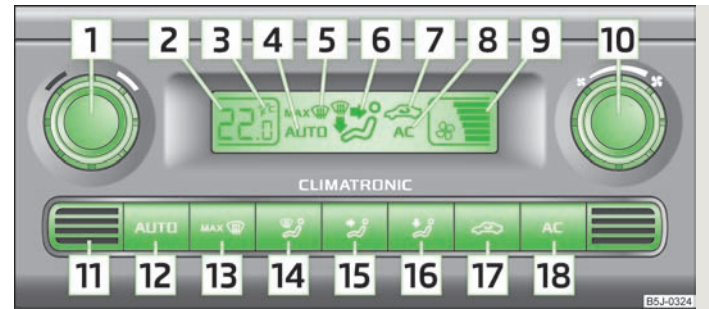

Abb. 77 Climatronic: Bedienelemente
- > (AC) 18 » Abb. 77 eingeschaltet.
- > Die Taste (AUTO) 12 » Abb. 77 drücken.
Gleichzeitig die Tasten (AUTO) und (AC) » Abb. 77 drücken und halten. Im Display erscheinen die Angaben in der gewünschten Temperatur-Maßeinheit.
Im unteren Teil des Gerätes befindet sich der Innenraumtemperatursensor **11** » Abb. 77. Den Sensor nicht überkleben oder überdecken, sonst könnte die Climatronic ungünstig beeinflusst werden.
- Die Taste (AUTO) **12** » Abb. 77 drücken, im Display wird **AUTO** angezeigt.
- Nach dem Einschalten der Zündung kann mit dem Drehregler **1** » Abb. 77 die gewünschte Innenraumtemperatur eingestellt werden.
- Die Taste  **17** » Abb. 77 drücken, im Display erscheint das Symbol .
- Die Taste  **17** » Abb. 77 erneut drücken, das Symbol  im Display erlischt.
- Mit dem Drehregler **10** » Abb. 77 nach links (Gebläsedrehzahl verringern) bzw. rechts (Gebläsedrehzahl erhöhen) drehen.
➤ Die Taste   » Abb. 77 drücken.
➤ Die Taste   » Abb. 77 oder die Taste  erneut drücken.